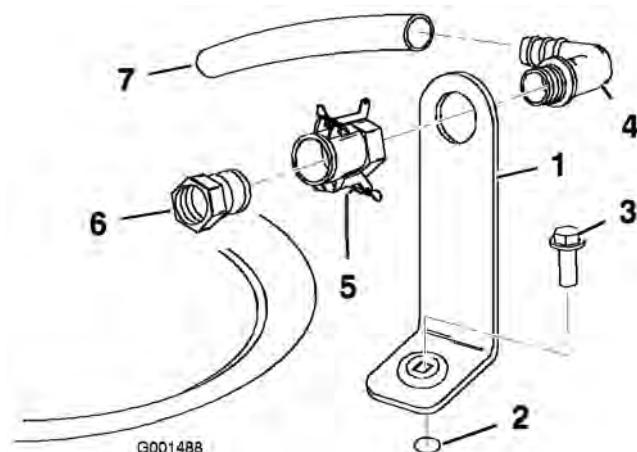

図 3
- タンクに開けてあるネジ穴に合わせて補給口ブラケットをセットし、フランジヘッド・ボルト（5/16 x 3/4 インチ）で固定する（図 3）。
2. 90度エルボのネジ切りしている側をブラケットに通し、クイック・カップラでブラケットに固定する（図 3）。
3. クイック・カップラにホース・アダプタを取り付ける（図 3）。
4. カップラについているレバーをアダプタ側に倒してロックし、ヘアピンコッターで固定する（図 3）。
5. 90度エルボに逆流防止ホースを取り付ける（図 3）。